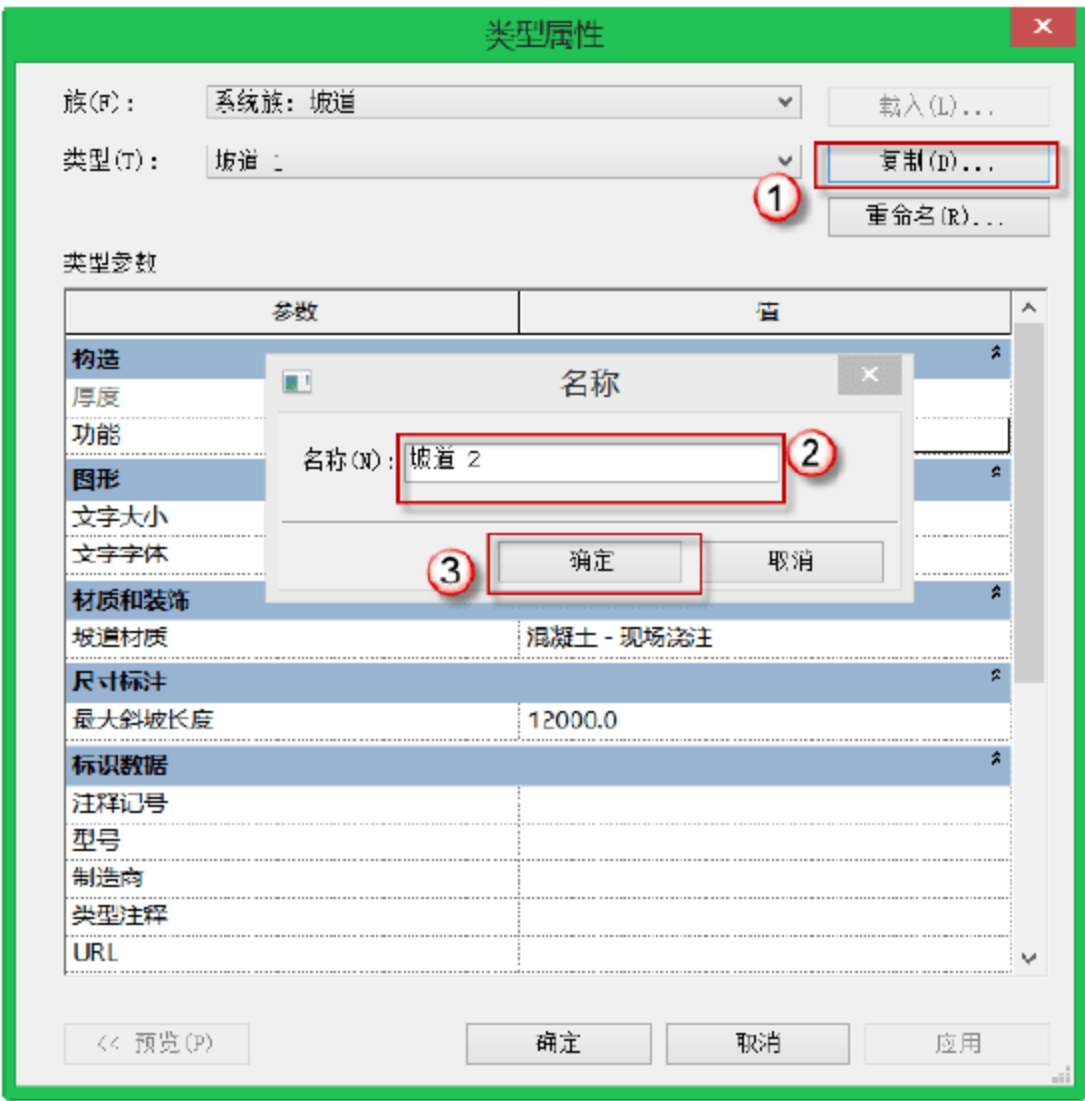

图 10.5.8 复制 1 轴到 11 轴之间的残疾人坡道
(2) 复制 1 轴到 11 轴之间接近 9 轴的残疾人坡道。选择“建筑”→“坡道”命令，单击“类型属性”按钮，进入“属性编辑”对话框，单击“复制”按钮，在弹出的对话框中将“名称”改为“坡道 2”，单击“确定”按钮，如图 10.5.8 所示，单击“确定”按钮完成坡道的复制。